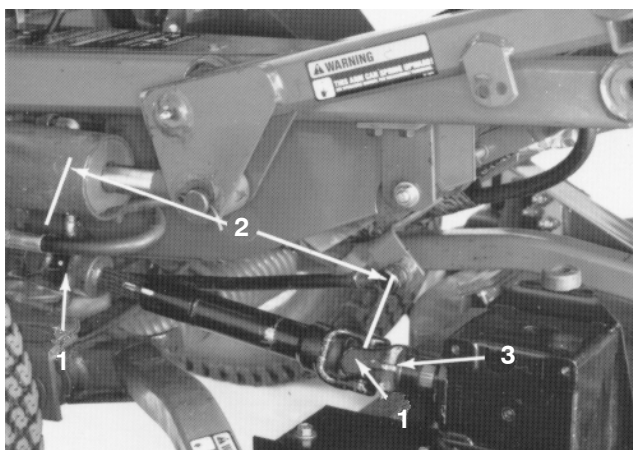

Figure 18
3. Faites sortir la goupille cylindrique fixant la chape d'arbre de transmission à l'arbre d'entrée du boîtier d'engrenages (Fig. 18). Desserrez les vis et contre-écrous, et retirez la chape de l'arbre d'entrée. Si vous avez l'intention d'utiliser le groupe de déplacement sans le plateau de coupe, faites sortir la goupille cylindrique de la chape à l'arbre de la PDF du groupe de déplacement et retirez tout l'arbre de transmission du groupe de déplacement.